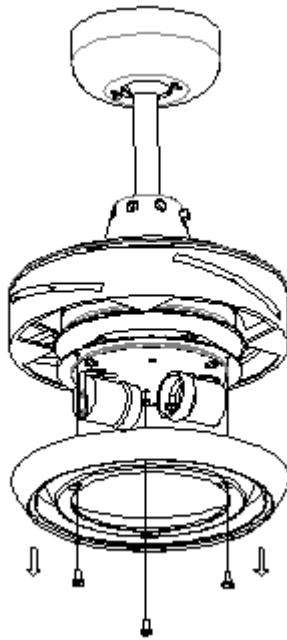

Fig.4
2. Retire los tornillos del anillo de luz y remuévela. (Fig. 4)